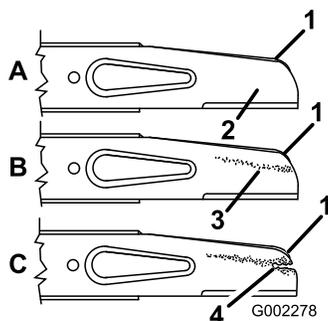

Figure 26
- Avec les doigts, appliquez de l'huile sur le joint du filtre neuf (Figure 26).
2. Enlevez le boulon de lame, la rondelle de blocage, l'accélérateur et la lame (Figure 26).